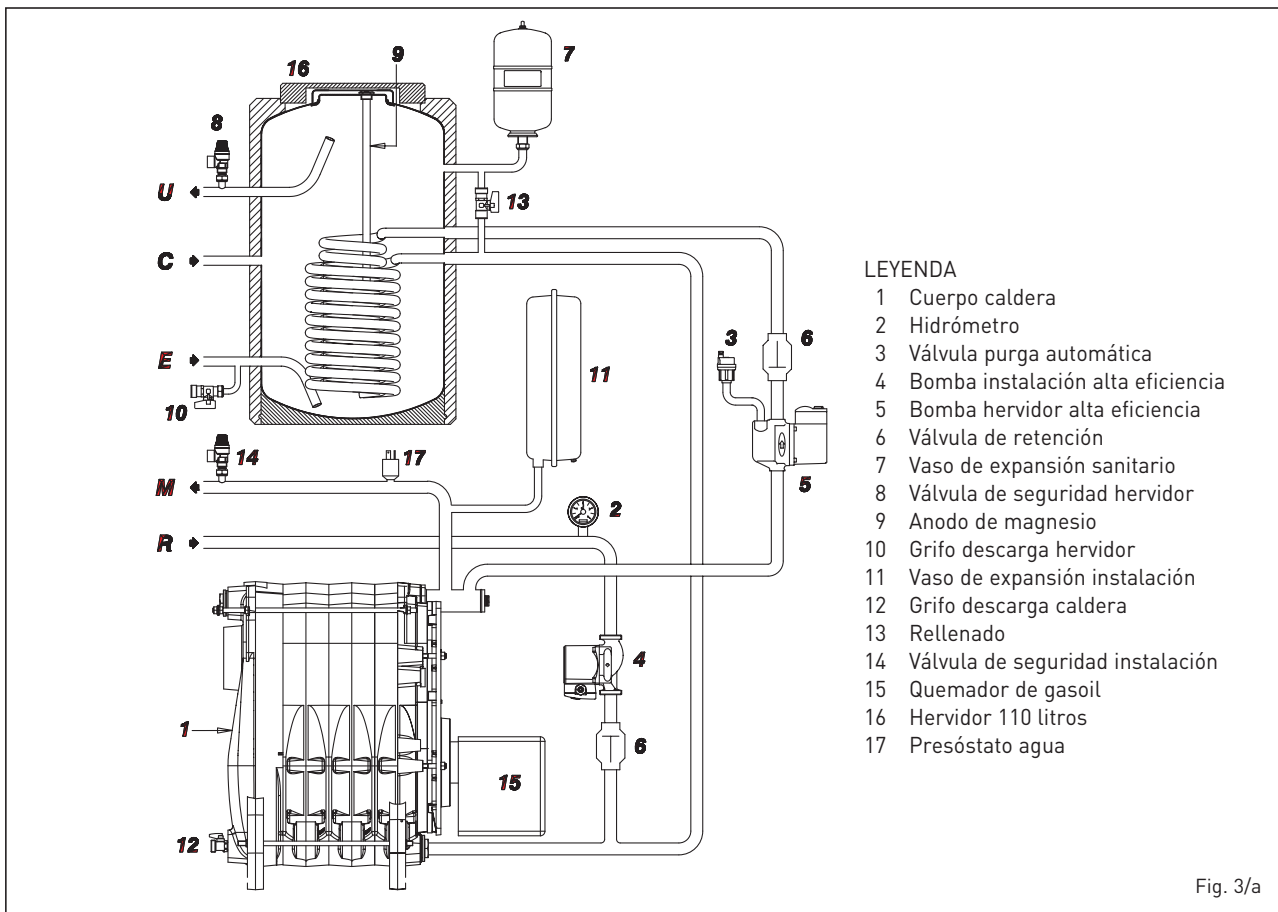

Fig. 3/a
1.5.1 Versión "AQUA 25-35" (fig. 3)
1.5.2 Versión "AQUA INOX 25-35" (fig. 3/a)